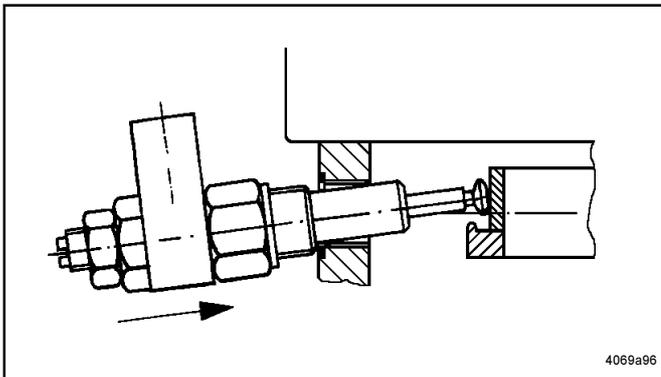

Abb. 7 - Einführen des Pumpenelementes
- Beim Einführen das Pumpenelement (Abb. 7) etwas nach oben richten, damit der Förderkolben nicht herausfällt; denn er ist nicht im Pumpenzylinder befestigt.
- * Sowohl beim Einbau (Abb. 7) als auch beim Ausbau das Pumpenelement nach oben richten und damit den Förderkolben aus der Nut des Exzenterringes herausheben . Pumpenelement mit dem Förderkolben aus dem Gehäuse ziehen.